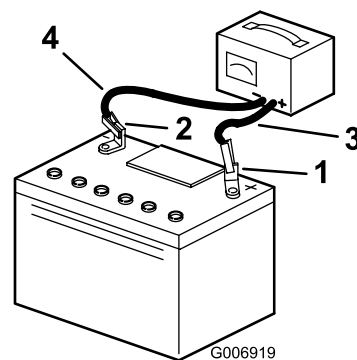

Figure 28
5. Débranchez les fils du chargeur des bornes de la batterie (Figure 28).